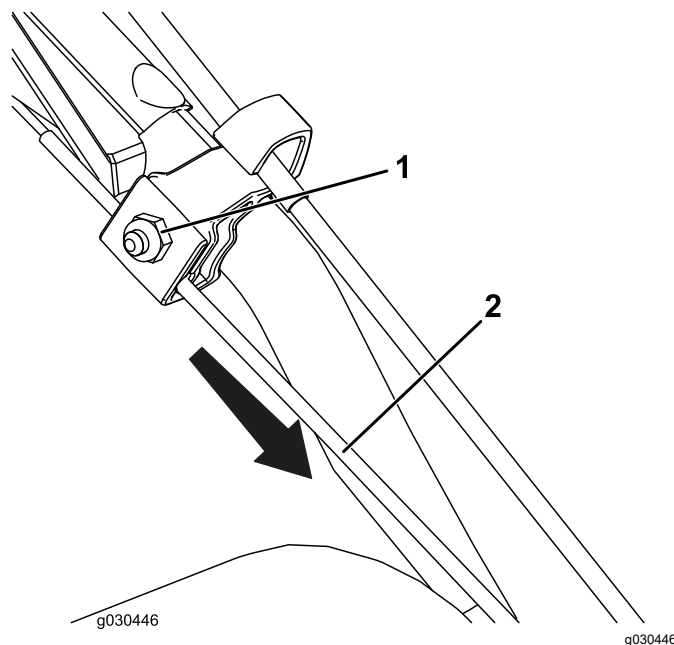

Figure 25
1. Desserrez l'écrou sur le collier supérieur du câble, mais ne le retirez pas (Figure 25).
2. Tirez le câble vers le bas pour le tendre presque complètement (Figure 25).
3. Serrez l'écrou (Figure 25).